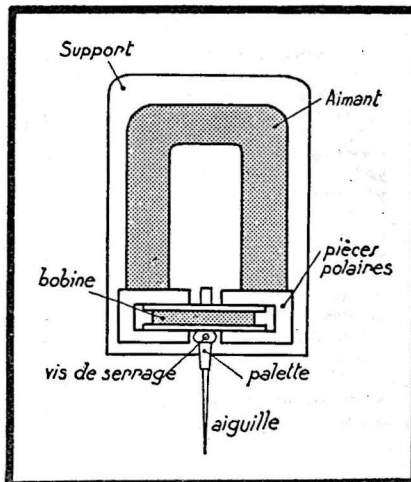

Fig. 3. — Pick-up électromagnétique
- et d'une palette mobile reliée à l'aiguille exploratrice placée au centre de la bobine dans le champ de l'aimant (fig. 3).